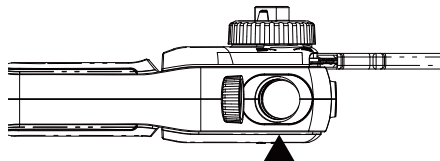

Abb. 15
3. Füllen Sie Schwert- und Kettenöl ein, bis der Öltank voll ist. (Abb. 15)